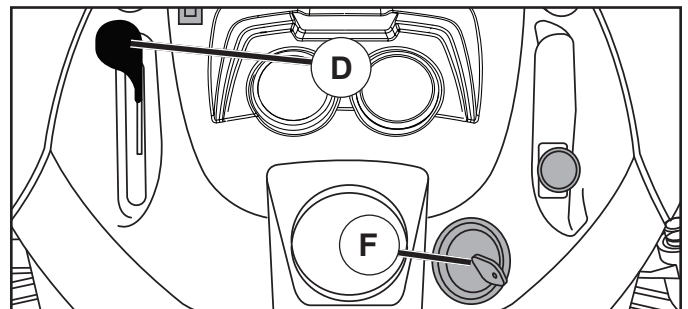

Fig. 7
- Mover la palanca de mando entre la posición (D) de velocidad media y máxima (rápida).
- Gire la llave de ignición (F) a la posición de apagado "STOP" y remueva la llave al abandonar el tractor para evitar el uso no autorizado.
### PARA USAR EL CONTROL DE LA ACELERACIÓN (D) (Vea Fig. 7)